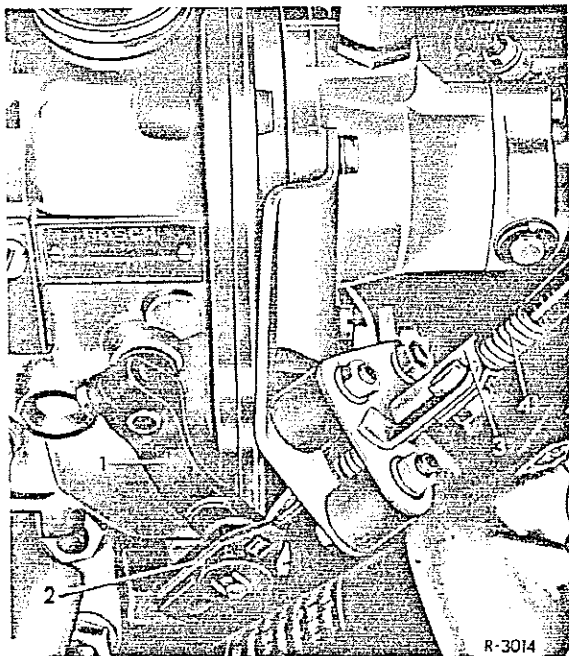

Fig.07-3/1
2. Maak zowel het stangenstelsel voor de meeropbrengstregeling als de start- en stopkabel van de bedieningshefboom op de brandstofpomp los. Draai de steun (3) los en verwijder de buitenkabel (4) met de klem (fig.07-3/1).